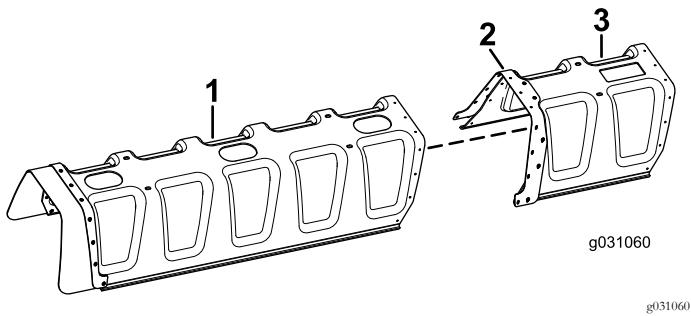

図5
1. 12ノズルブームカバーに取り付けられている補強プレートの穴に、11ノズルブームカバーの穴を合わせる図5。